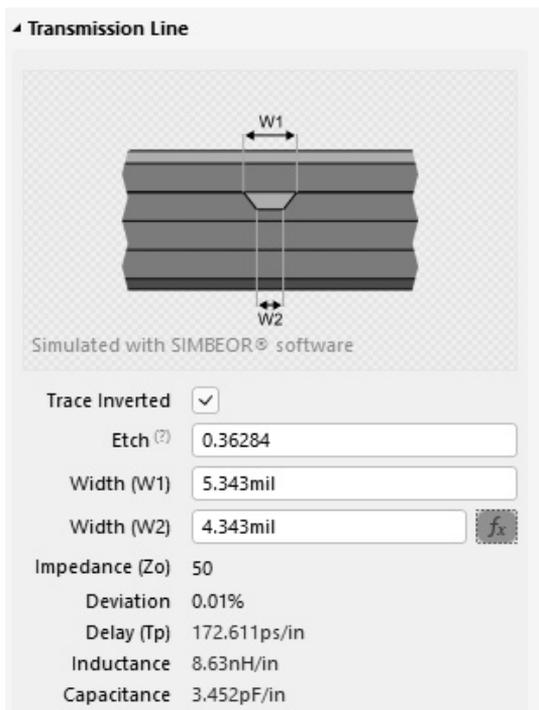

图 3-39 SIN03 层单端信号阻抗计算结果
(7) 计算 SIN03 层单端 50Ω 信号的线宽。
① 依照上述方式, 单击选择阻抗配置文件中的 SIN03 层。进行阻抗参数填写, 并得出对应计算结果, 如图 3-39 所示。